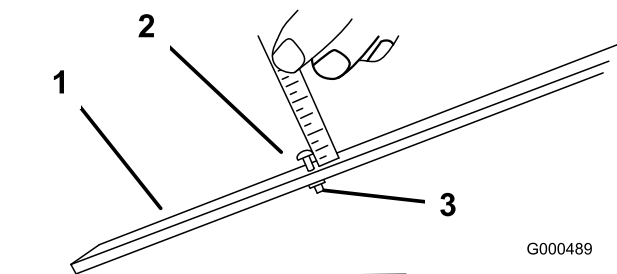

Рисунок 10
2. Ослабьте гайку на измерительной планке и установите регулировочный винт на желаемую высоту скашивания (Рисунок 10). Расстояние между нижней частью головки винта и лицевой поверхностью штанги равно высоте скашивания.